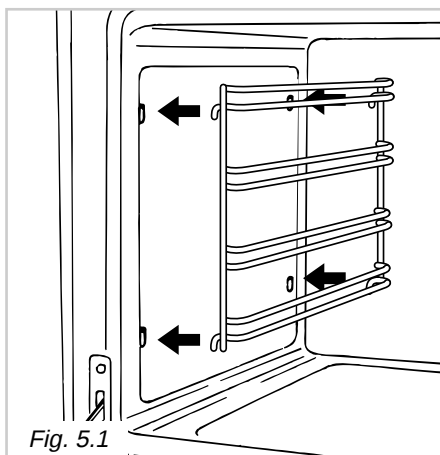

Fig. 5.1
- Bevestig de zijframes in de uitsparingen in de zijwanden van de oven (fig. 5.1).